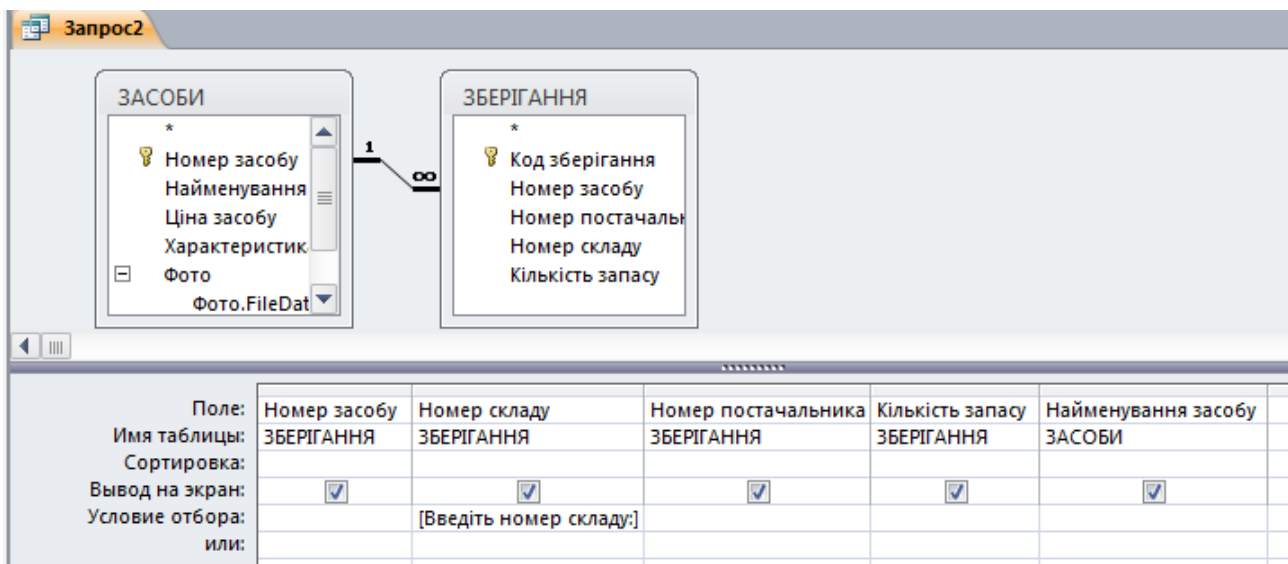

Рис. 4.26 – Створення запити з параметричним полем
4. Для поля, яке передбачається використовувати як параметр (**Номер складу**), у комірку рядка **Условие отбора** ввести вираз з текстом пропозиції на вибірку, укладеним у квадратні дужки: **[Введіть номер складу:]** (рис.4.26).